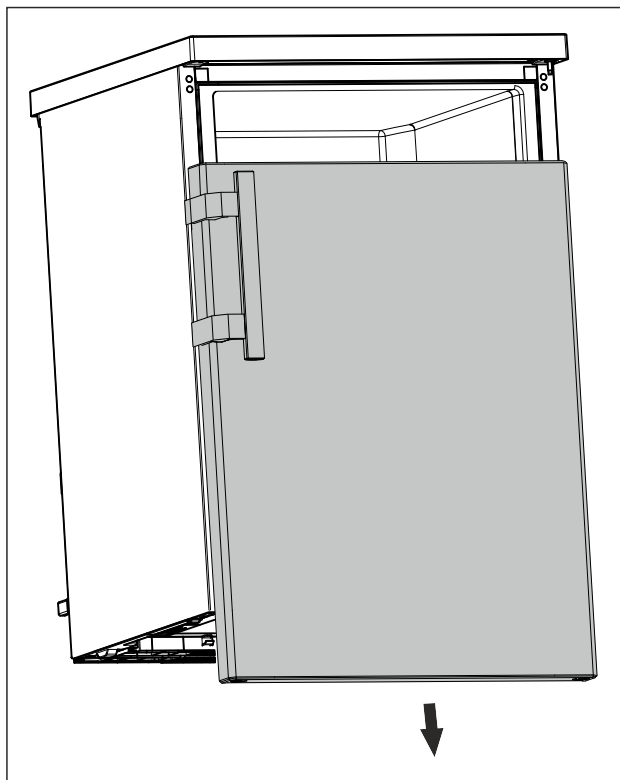

Fig. 12
- Skinite vrata prema dolje. (pogledajte Fig. 12)